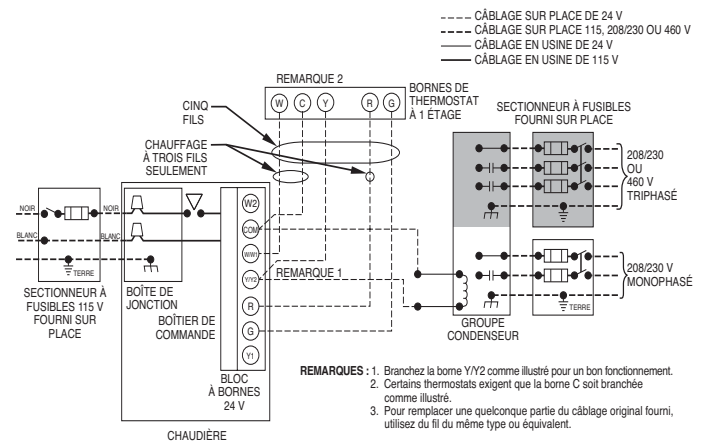

Figure 33 – Schéma du câblage sur place type
Consultez la Figure 33 pour le schéma de câblage illustrant un câblage type de 115 V. Vérifiez que toutes les connexions électriques faites en usine ou sur place sont bien serrées.
6. Branchez les fils d'alimentation électrique et neutres du cordon d'alimentation aux fils d'alimentation électrique de la chaudière, comme illustré à la Figure 33.
5. Branchez les fils neutres et les fils électriques aux fils d'alimentation électrique de la chaudière, comme illustré à la Figure 33.